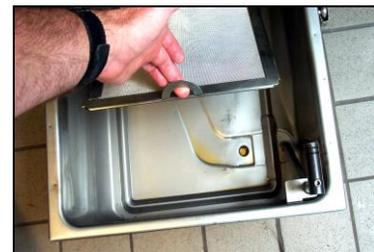

Figura 5
1. Retire a panela de filtragem do armário e retire a travessa de restos e o grupo construtivo do filtro Magnasol (ver Figura 5). Limpe conforme descrito na secção 4.4